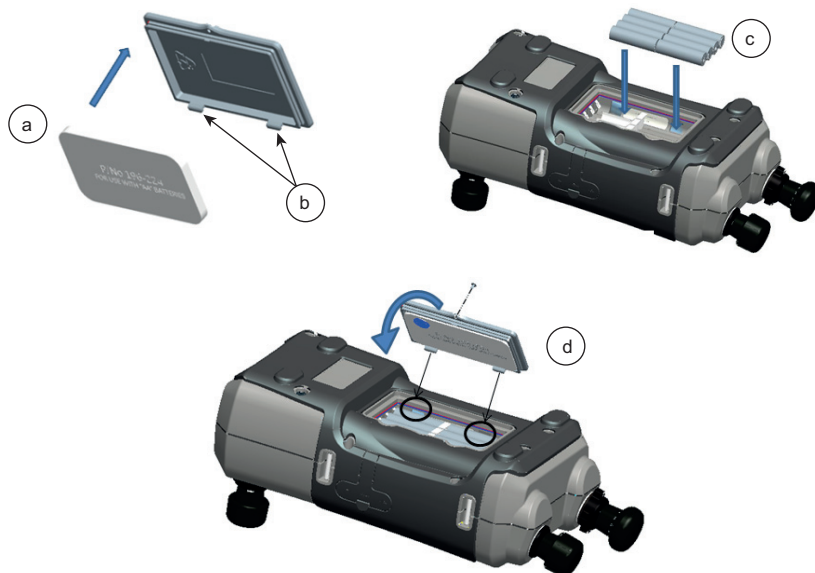

Figura 1-2: Montaggio delle batterie a secco
7. Reinstallare il coperchio del vano batterie premendo le alette (b) all'interno delle scanalature (d) e abbassare il coperchio; chiudere serrando la vite di fissaggio (vedere la Figura 1-2).